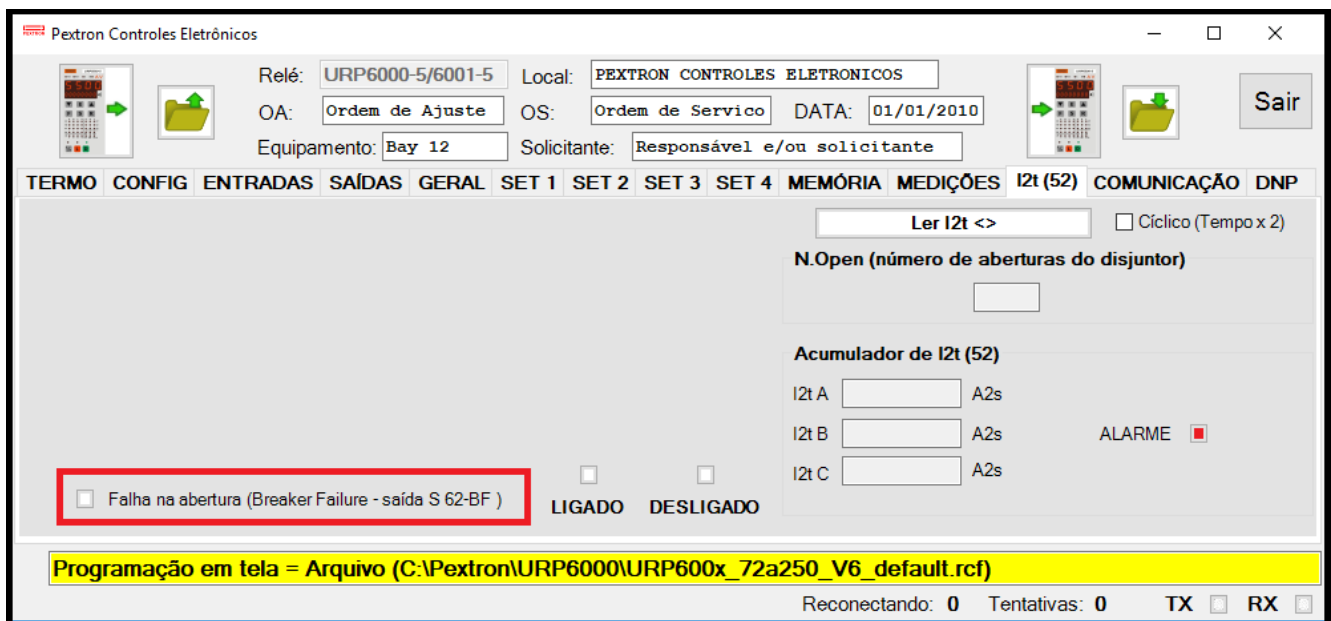

Figura 16.2: Pasta I2t (52) sinalizado com indicação do estado de falha do disjuntor.
O estado da supervisão é indicado na IHM local e na pasta **I2t (52)** do programa aplicativo de configuração e leitura do relé conforme figura 16.2.